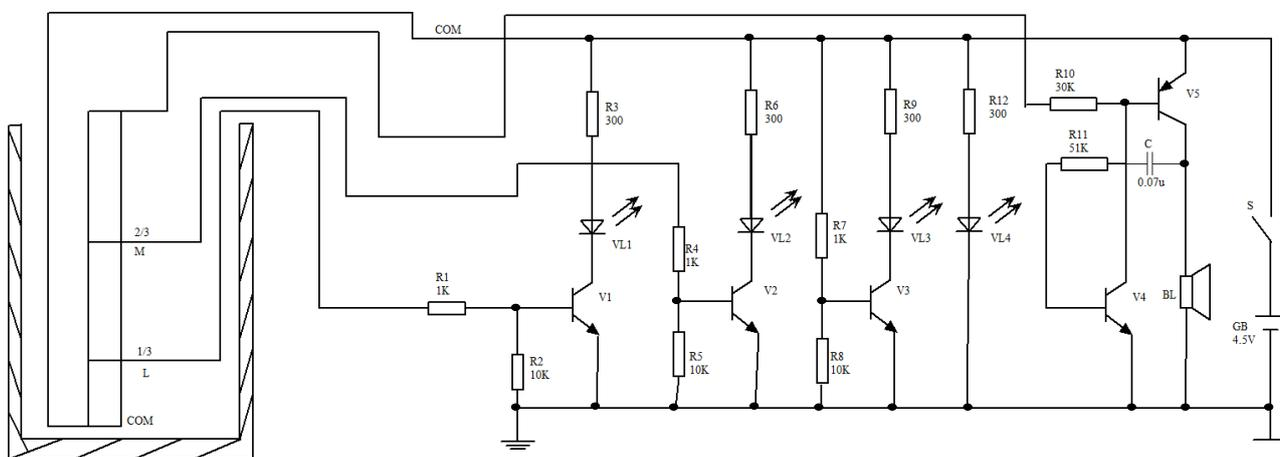

图 11-1 水位指示器电路
**二、工作原理** 水位指示器电路如图 11-1 所示，该水位指示器电路由三级水位显示电路和音频振荡起组成，如上图所示。电路中，三级水位显示电路由水位传感器、晶体管 V1-V3、发光二极管 VL1-VL3、电阻器 R1-R9 组成。其中 VL1 和 V1、R1、R3 组成低水位（1/3 水位）显示电路；VL2、R4-R6、V2 组成 2/3 水位显示电路；VL3 和 R7-R9、V3 组成高水位显示电路；音频振荡器由晶体管 V4、V5、电阻器 R10、R11 和电容器 C 组成。VL4 位电源指示发光二极管；